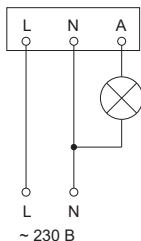

Рисунок 9 – Схема подключения ФР 603, ФР 604
4.2.9 Присоединить подготовленные концы сетевого кабеля и провода от нагрузки к винтовым зажимам клеммной колодки 6 согласно схеме подключения (рисунок 9). Затянуть винты контактных зажимов.